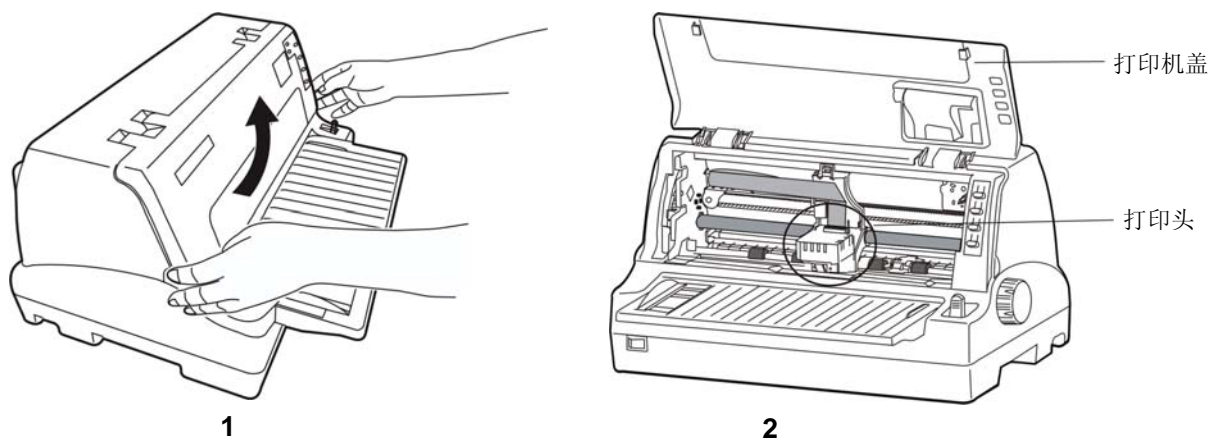

图 2-8 打开打印机盖
2. 用双手按住打印机盖左右两侧的凹位向上打开打印机盖（如图 2-8 所示）。
4. 将打印头移到打印机中间（如图 2-8 〈2〉 所示）。